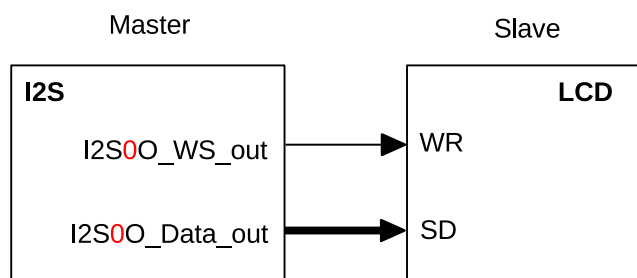

图 26-12. LCD 主机发送模式
如图 26-12 所示，在 LCD 主机发送模式下，LCD 的 WR 信号接 I2S 模块的 WS 信号，数据位宽度最大为 24 位，可以通过配置 `I2S_TX_BITS_MOD[5:0]` 寄存器选择 8/16/24 位并行输出模式。LCD 模式下，WS 时钟频率为：
2. 根据表 151 和图 26-12 的描述，配置信号管脚。